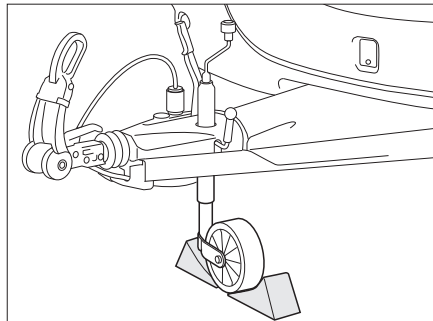

Fig. 174 Bloquer la roue d'appui
- Placer la roue d'appui de manière perpendiculaire au sens de la marche et la bloquer avec des auxiliaires adéquats (Fig. 174).